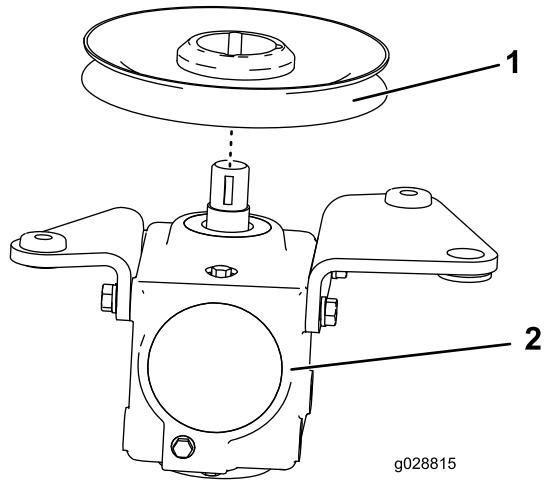

Bild 2
3. Drehen Sie das Getriebe um, entfernen Sie die vorhandene Riemscheibe und installieren Sie die Riemscheibe aus dem Bausatz (Bild 2).